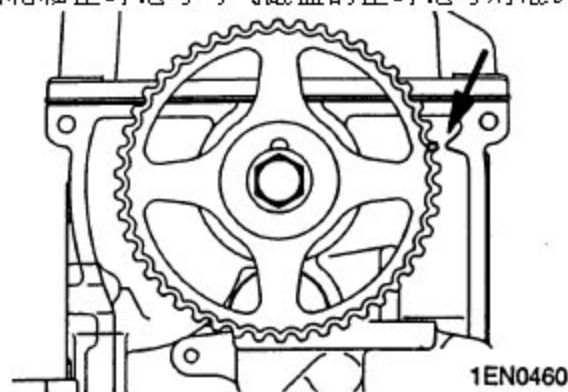

图 3-12
A). 如图 3-12 将凸轮轴正时记号与气缸盖的正时记号对准。